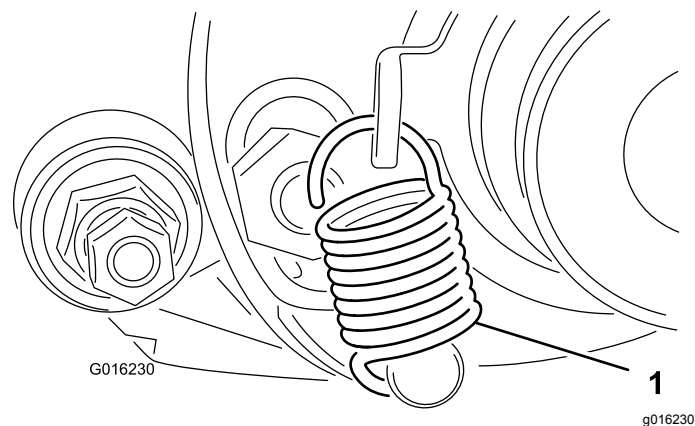

图 16
1. 旋转怠轮皮带轮直到换挡控制杆弹簧钩入皮带轮托架的孔中以及螺栓上如图 16 所示。